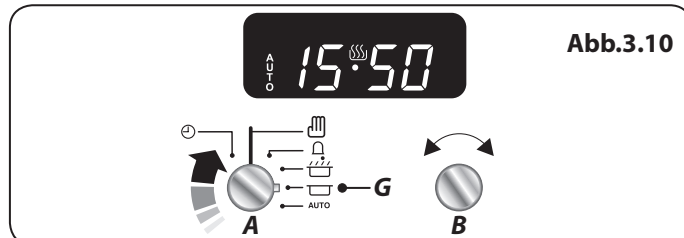

Abb.3.10
2. Stellen Sie den Timer-Knopf (A) auf die Ausschaltzeit (G) (**Abb.3.10**). Das Display zeigt nun die aktuelle Uhrzeit sowie die „Garzeit“ an, die Sie soeben eingestellt haben.